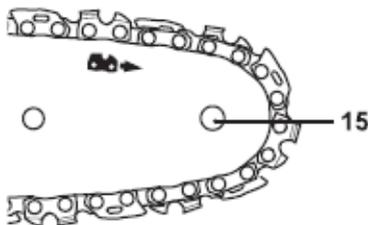

Fig. 5
- Le mouvement de la chaîne de sciage doit suivre la direction de la flèche (Fig. 5). Assurez-vous que la chaîne est placée correctement sur le disque du pignon (15) du guide chaîne (13).